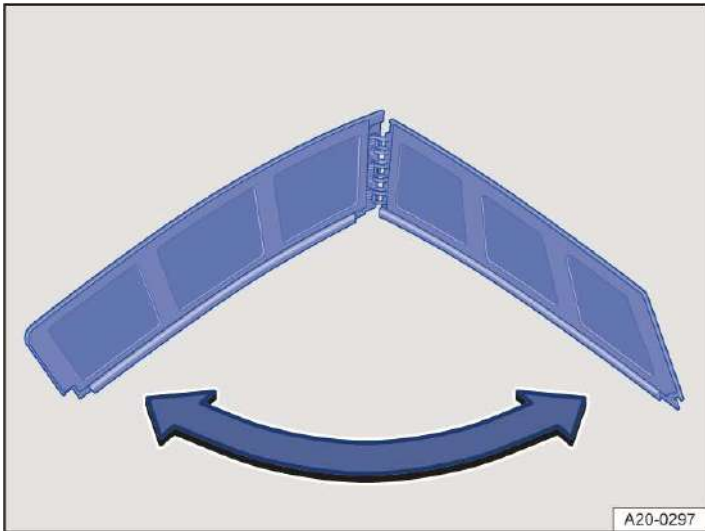

Abb. 1 Entlüftungsgitter auseinanderklappen.
2. Entlüftungsgitter auseinanderklappen → *Abb. 1*.